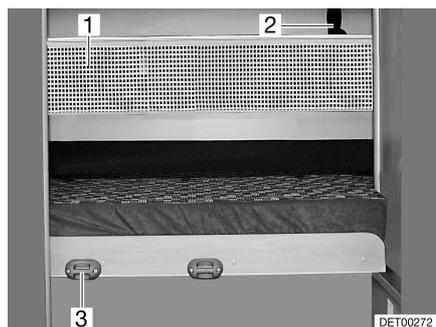

Fig. 42 Filet de sécurité
*Accrocher :* ■ Accrocher l'échelle de montée par les longerons sur le bandeau (Fig. 42,3) installé sur le cache.
**Filet de sécurité** Le filet de sécurité (Fig. 42,1) de série est rangé entre le matelas et le sommier à lattes. Ne tendre le filet de sécurité qu'une fois que la personne se trouve dans le lit.
*Tendre :* ■ Faire s'enclencher les sangles de retenue (Fig. 42,2) dans les œillets du plafond.